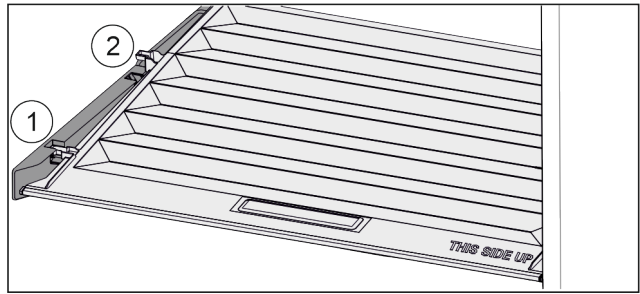

Fig. 61
- ▶ Потянуть крышку до отверстия в поддерживающих деталях вперед Fig. 61 (1).
- ▶ Поднять сзади снизу и извлечь Fig. 61 (2) движением вверх.